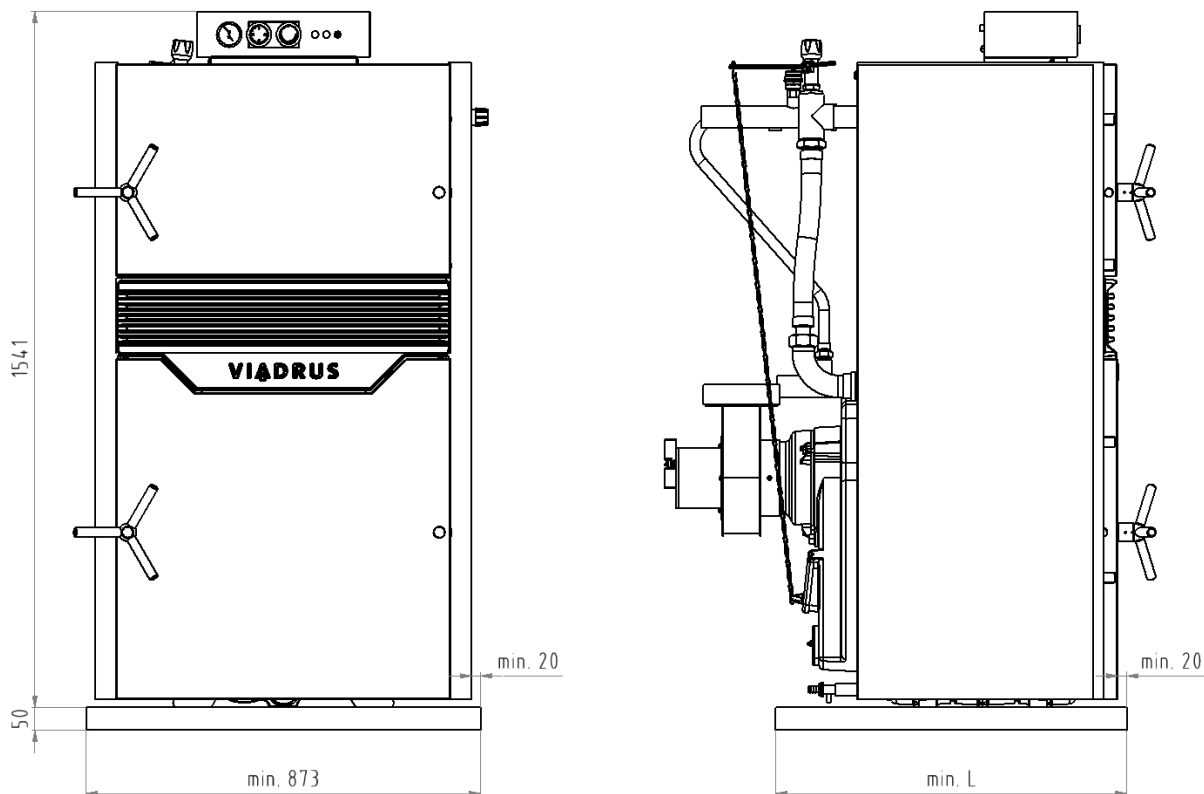

Bild Nr. 6 Sockelabmessungen
- den Kessel auf eine unbrennbare Unterlage stellen, die den Kesselgrundriss an den Seiten um 20 mm (siehe Bild Nr. 6).
- wenn der Kessel im Keller situiert ist, empfehlen wir, ihn auf einen Sockel von minimal 50 mm Höhe zu stellen (siehe Bild Nr. 6).
- der Kessel wird in der Mitte des Sockels situiert (siehe Bild Nr. 6).